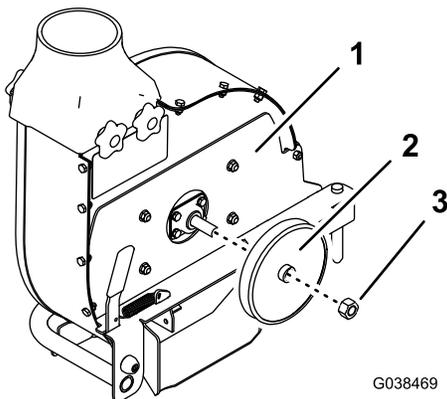

Figure 27
7. Déposez la poulie de l'ensemble ventilateur (Figure 27).